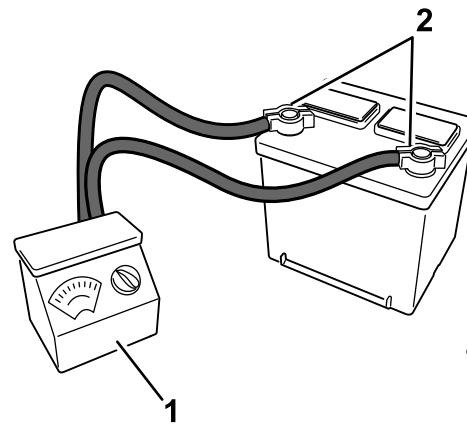

Figura 2
5. Collegate un caricabatterie da 3 – 4 A ai poli della batteria (Figura 2). Caricate la batteria da 3 a 4 ampere finché la gravità specifica non è di 1,250, o superiore, e la temperatura è di un minimo di 16°C, e tutti gli elementi hanno raggiunto il punto di gassing.
- Quando la batteria è completamente carica, staccate il caricabatterie dalla presa elettrica e scollegate i cavi di ricarica dai poli della batteria (Figura 2).